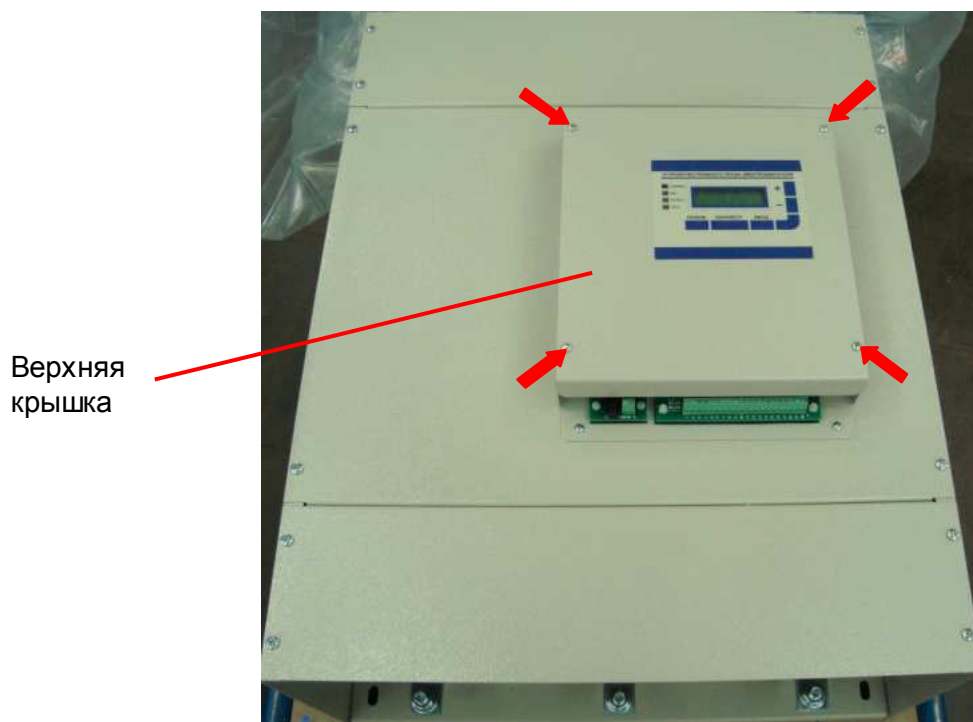

Рис. 7.33
7.13.1. Установить верхнюю крышку и зафиксировать ее четырьмя винтами (рис. 7.33, красные стрелки).